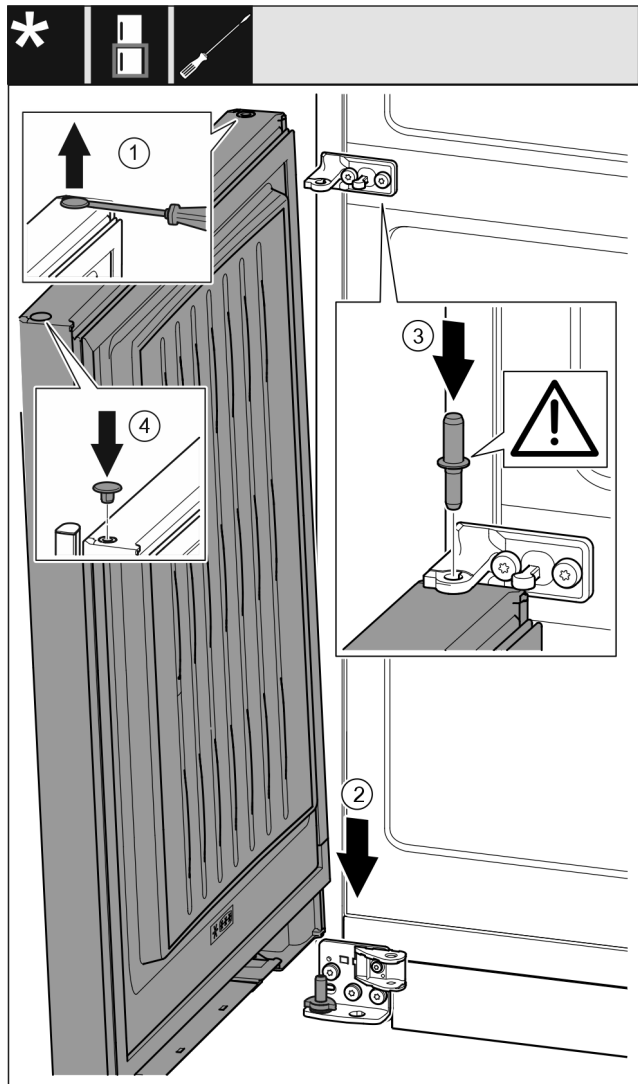

Fig. 37
- ▶ Stopfen Fig. 37 (1) vorsichtig mit einem Schlitzschraubendreher anheben und herausziehen.
- ▶ Tür Fig. 37 (2) von oben auf den unteren Lagerbolzen aufsetzen.
- ▶ Lagerbolzen Mitte Fig. 37 (3) durch Lagerbock Mitte in die untere Tür einsetzen. Dabei darauf achten, dass der Rastnocken nach hinten zeigt.
- ▶ Stopfen Fig. 37 (4) auf der anderen Türseite wieder einsetzen.